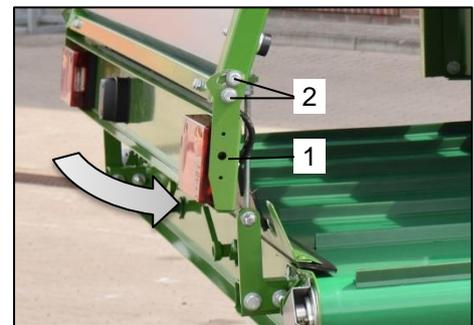

Bild 45: Leuchtenträger positionieren
- Lösen Sie auf beiden Maschinenseiten die Befestigungsschrauben (Bild 45 / Pos.2) am Leuchtenträger (Bild 45 / Pos.1).
- Richten Sie den Leuchtenträger (Bild 45 / Pos.1) senkrecht zur Fahrbahn / Boden aus.
- Ziehen Sie auf beiden Maschinenseiten die Befestigungsschrauben (Bild 45 / Pos.2) am Leuchtenträger (Bild 45 / Pos.1) an.